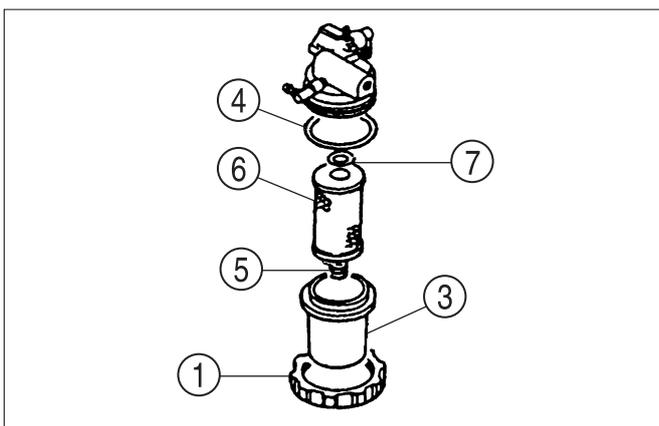

FIG. 72
**FIG. 72 :** Pour remplacer la cartouche du filtre à carburant ou nettoyer la cuve de décantation, mettez le robinet de carburant sur la position ARRÊT (poignée vers l'arrière).